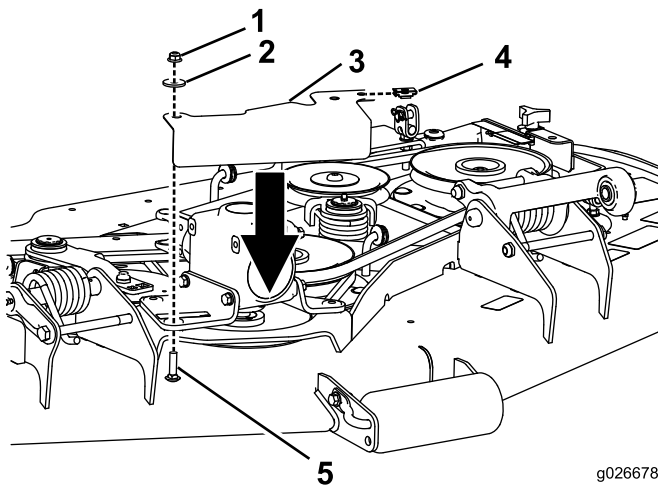

Bild 2
2. Befestigen Sie das Riemenscheiben-Schutzblech mit den im vorherigen Schritt entfernten Muttern an den Getriebebefestigungshalterungen (Bild 2).
3. Legen Sie die Befestigungsmutter auf das leere Loch im Riemenscheiben-Schutzblech (Bild 2).